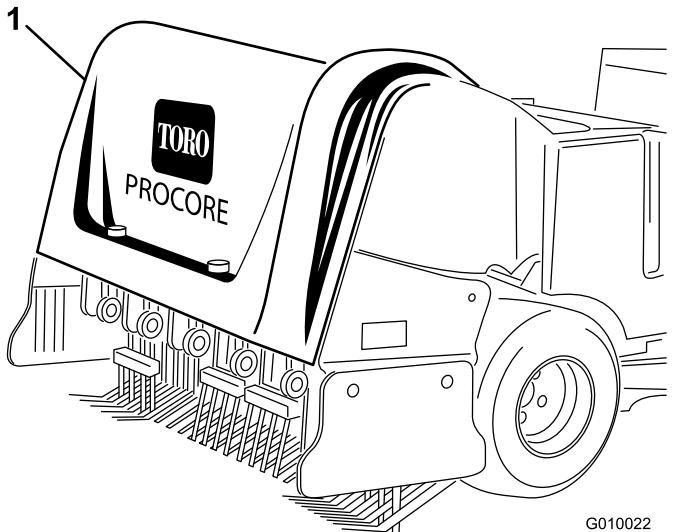

図 7
1. ポップ・リベット（3本）を使ってフード・プレートを後フードに固定する（図 7 と図 8）。